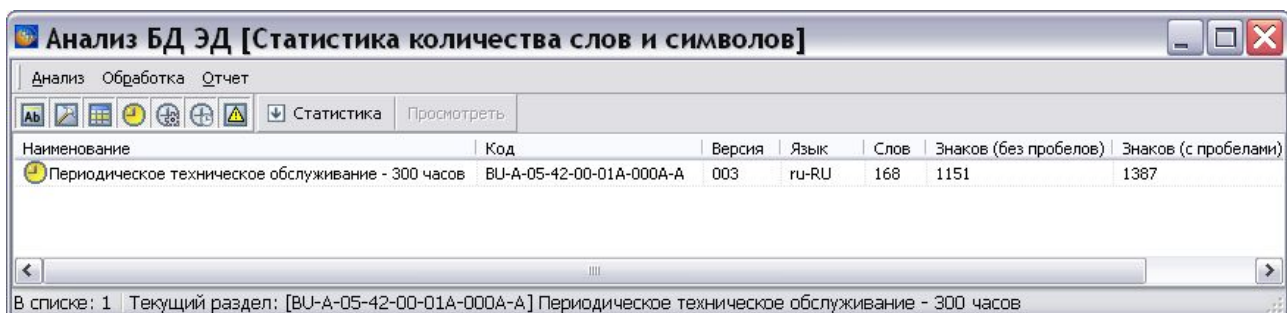

Рис. 8.241
6. Нажмите на кнопку **Заккрыть**. В окне **Анализ БД ЭД** появятся результаты анализа (Рис. 8.241).